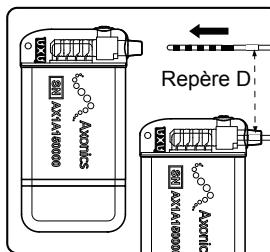

Figure 5: insérez entièrement l'électrode dans le bloc de connexion du neurostimulateur.
4. Insérez l'électrode dans le bloc de connexion du neurostimulateur jusqu'à ce qu'elle soit complètement raccordée et qu'elle ne puisse plus être insérée plus loin. Le repère D sur l'électrode doit se trouver dans le collier de serrage du neurostimulateur (**Figure 5**). La colllerette de rétention de l'électrode doit être positionnée sous la vis de calage du neurostimulateur.
- Utilisez la clé dynamométrique pour desserrer la vis de calage dans le bloc de connexion du neurostimulateur en la tournant dans le sens inverse des aiguilles d'une montre (**Figure 5**).